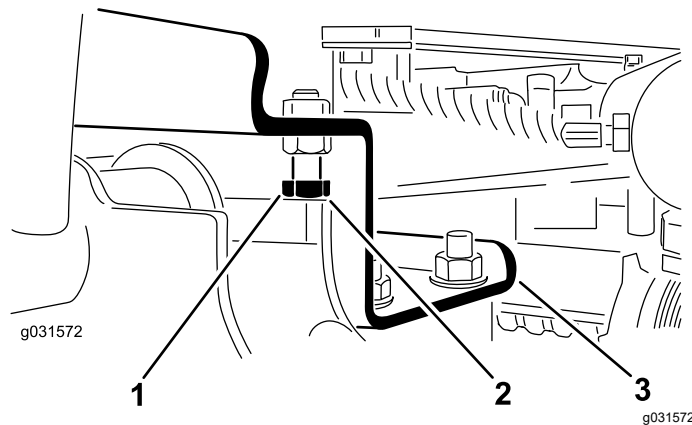

图 12
- A. 拧松止动螺栓图 12。
2. 确保各个提升臂与止动螺栓之间的间隙介于 0.131.02mm 之间如 图 12 所示。